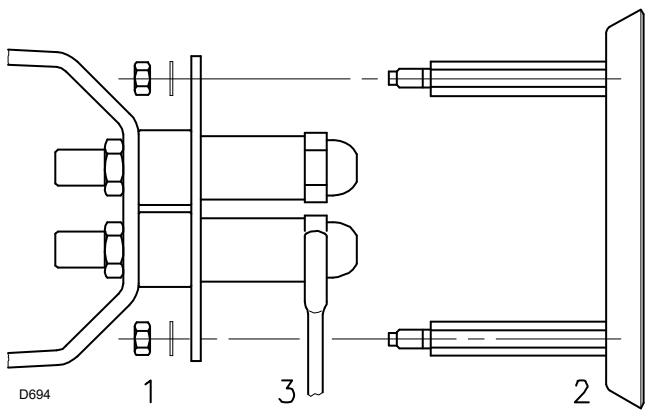

Fig. 12
- Togliere i dadi 1) (Fig. 12) ed il disco 2)
- Sostituire l'ugello con la chiave 3) (Fig. 12).